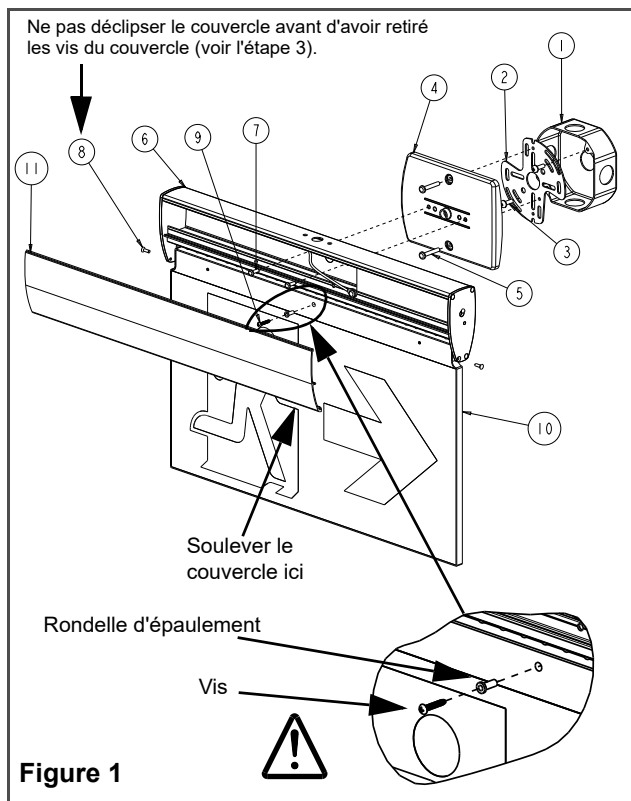

Figure 1
3. Retirer les 2 vis inférieures (8) de la face avant du couvercle et les mettre de côté pour les réinstaller ultérieurement. (voir figure 1)
4. Détacher manuellement le couvercle (11) en soulevant le bas du couvercle et le retirer. Remarque: si le couvercle est difficile à soulever, utilisez un tournevis à tête plate pour faire délicatement levier sur le couvercle à l'endroit indiqué dans la figure 1.
#### Montage mural (voir figure 1)